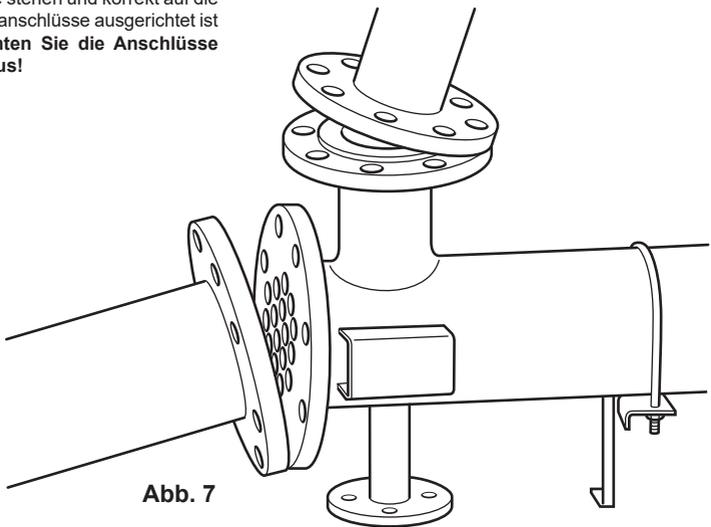

Abb. 7
4.6 Stellen Sie sicher, dass der Wärmetauscher auf einer ebenen Fläche stehen und korrekt auf die angrenzenden Rohranschlüsse ausgerichtet ist (Abbildung 7). **Richten Sie die Anschlüsse nicht gewaltsam aus!**